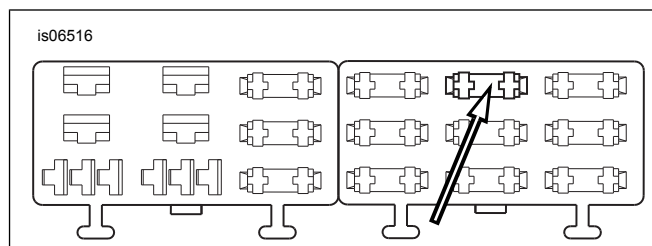

Abbildung 9. Sicherungsblockhohlraum „P&A IGN“ (Softtail-Modelle 2004 bis 2010)
- Siehe Abbildung 9. Den als „P&A IGN“ ausgewiesenen Sicherungshohlraum (1) an der Sicherungsblockabdeckung im rechten Sicherungsblock ausfindig machen. Den Kontakt des orange/weißen Adapterkabels bis zum Anschlag einführen. Auf einen benachbarten, im Werk eingebauten Kontakt Bezug nehmen, um zu prüfen, ob der Kontakt richtig ausgerichtet und tief genug eingesetzt ist.